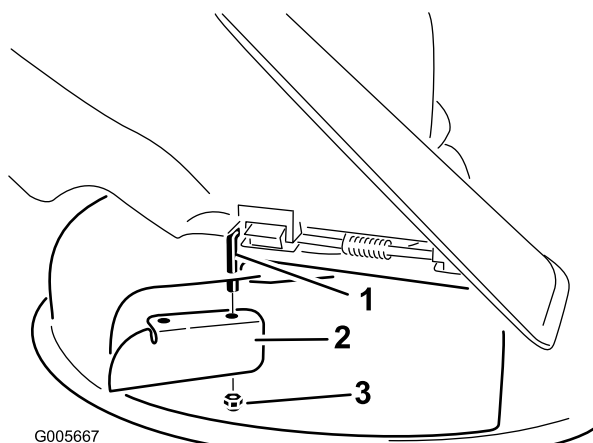

Figura 26
6. Instale o abafador de corte na haste de articulação exposta (Figura 26). Utilize a porca fina existente (3/8 polegada) para fixar o abafador no cortador.